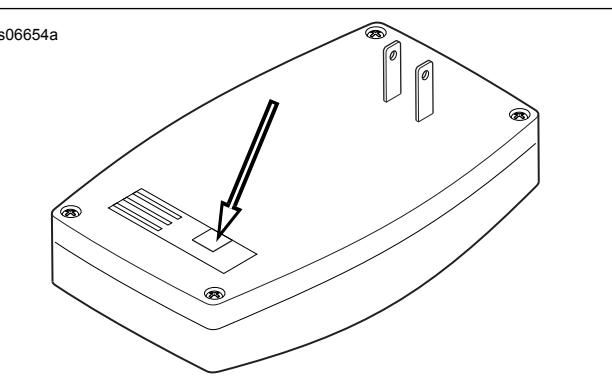

Figura 2. Ir-Riċeżżit li Jiftaħ il-Bieba tal-Garaxx, kif Jidher minn Wara
7. Ara Figura 2 . Ippleggja l-assemblaġġ tal-cable tar-riċeżżit li jiftaħ il-bieba tal-garaxx ta' Harley-Davidson fuq in-naħha ta' wara tar-riċeżżit li jiftaħ il-bieba tal-garaxx ta' Harley-Davidson fil-post muri.